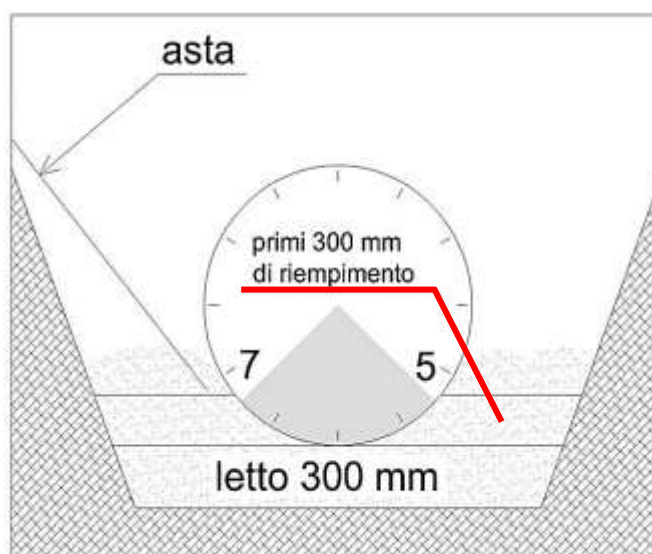

Figura 4-5 INSERIMENTO PRIMO STRATO DI RIEMPIMENTO
- Mettere i primi 300mm di materiale di riempimento (Figura 4-5), intorno al manufatto;
- Ripartire e compattare (eliminando i vuoti) tutto il materiale di riempimento tra le ore 5 e le ore 7 (riferimento angolare) come in Figura 4-5, per tutta la lunghezza del manufatto ed anche intorno alle due calotte (estremità);